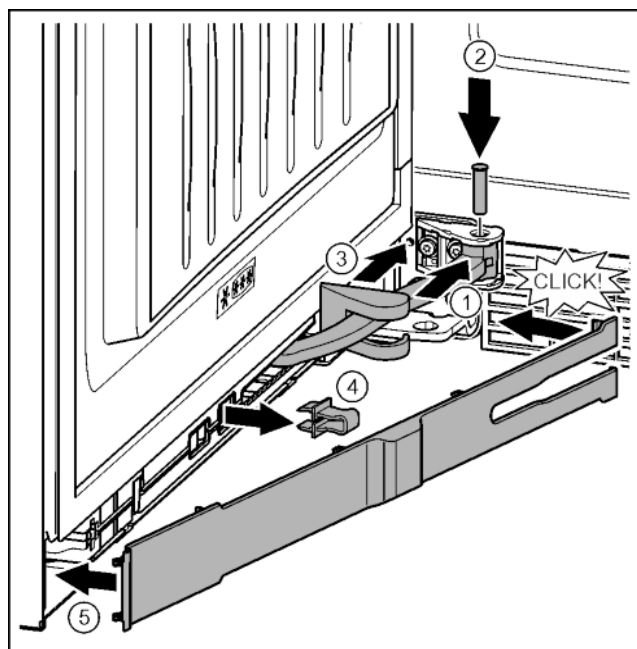

Fig. 39
- ▶ Przegub obrócić w mocowaniu. Fig. 39 (1)
- ▶ Przy pomocy śrubokręta T15 sworzeń umieścić w mocowaniu i przegubie. Przy tym zwrócić uwagę, aby krzywka zatrzaskowa została prawidłowo umieszczona w rowku. Fig. 39 (2)
- ▶ Osłonę płytki zawiasu przesunąć wzdłuż przegubu i zamontować nad mocowaniem. Fig. 39 (3)
- ▶ Zdjąć zabezpieczenie. Fig. 39 (4)
- ▶ Zaślepki założyć od strony uchwytu i przechylić. Fig. 39 (5)